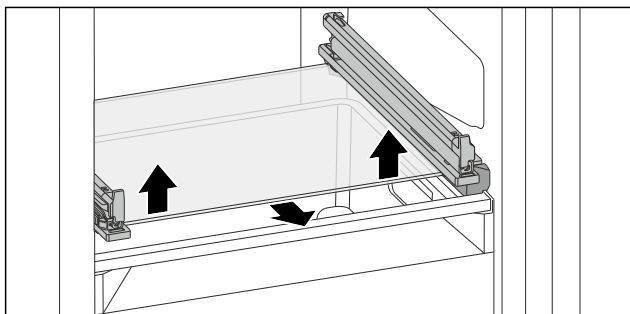

Fig. 104 可倾斜抽屉的玻璃隔板
- ▶ 从下方两侧向上推玻璃隔板。(参见 Fig. 104)